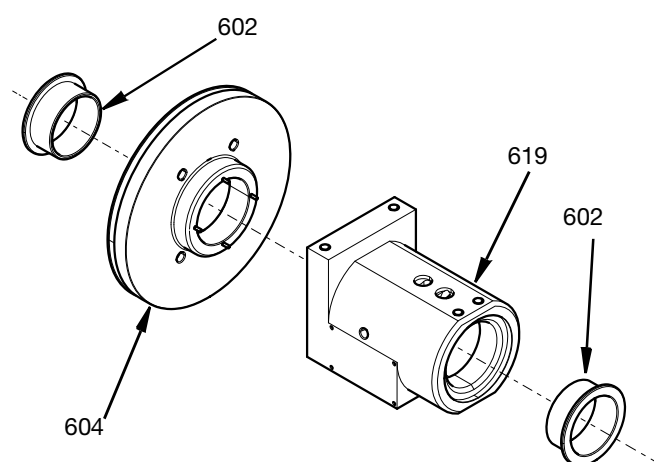

FIG. 21
1. Breng een licht smeermiddel aan op alle pakkingen en O-ringen voordat u deze op de interne onderdelen van de wartelbehuizing monteert. Plaats flenslagers (602) in de wartelbehuizing (619) en het lagerhuis (604). Zie FIG. 21.